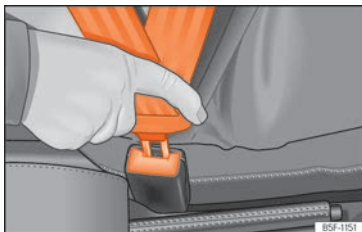

Fig. 10 Insertar la lengüeta del cinturón de seguridad en su cierre.
- Encastre la lengüeta en el cierre del asiento correspondiente »» fig. 10.